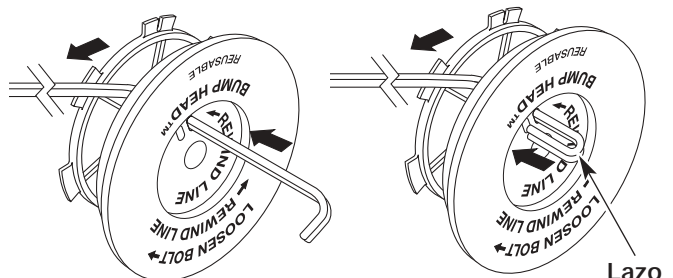

Figure 18
8. Corte aproximadamente 12 pies (3.65 m) de nueva línea de corte. Inserte un extremo de la línea a través de uno de los orificios del carrete interior (Fig. 18). Pase la línea a través del carrete interior hasta que queden sólo 4 pulgadas fuera.
9. Inserte el extremo de la línea en el orificio abierto del carrete interior y tire de la línea en forma ajustada a fin de que el lazo sea lo más pequeño posible (Fig. 18).